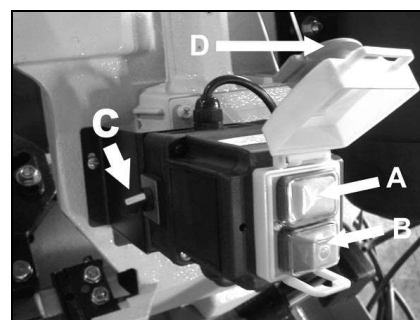

Fig 6
Mettre la machine en route avec le bouton vert (A, Fig 6). Arrêter la machine avec le bouton rouge (B).